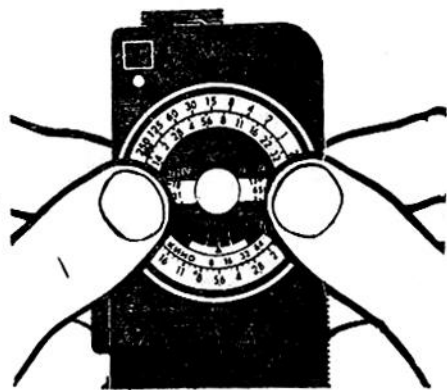

Рис. 3. Установка шкалы светочувствительности
2. Повернув шкалу 10 диафрагм (см. рис. 1) за выступы 5, установить светочувствительность пленки по шкале 11 или по шкале 6, как показано на рис. 3.